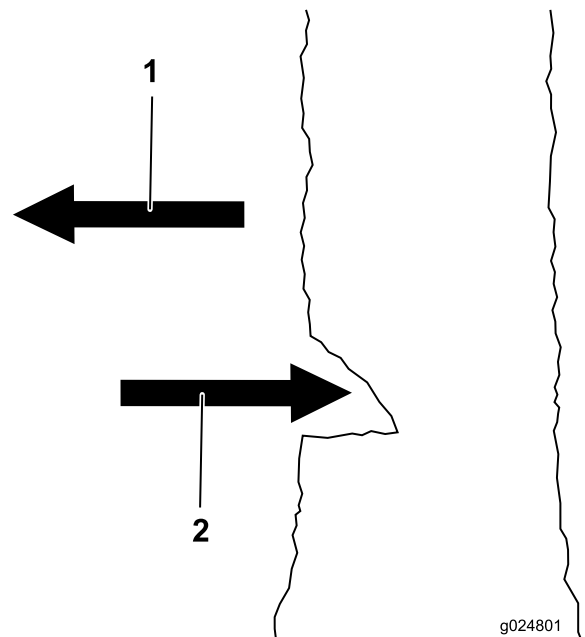

Figura 13
3. Realice un corte de dirección en entalladura de un tercio del diámetro del árbol, perpendicular a la dirección de caída deseada (Figura 13).